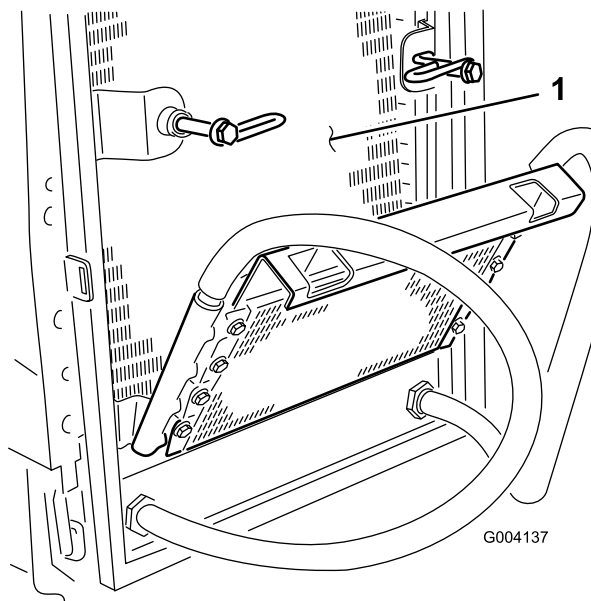

Figura 51
6. Limpe os dois lados do dispositivo de arrefecimento de óleo e o radiador (Figura 51) com ar comprimido.